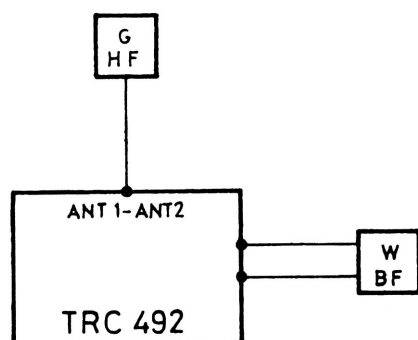

Fig. 5.2.2.2
5.2.2.2 - Sensibilité utilisable (Fig 5.2.2.2)
5.2.2.3 - Sensibilité brute (Fig. 5.2.2.2)